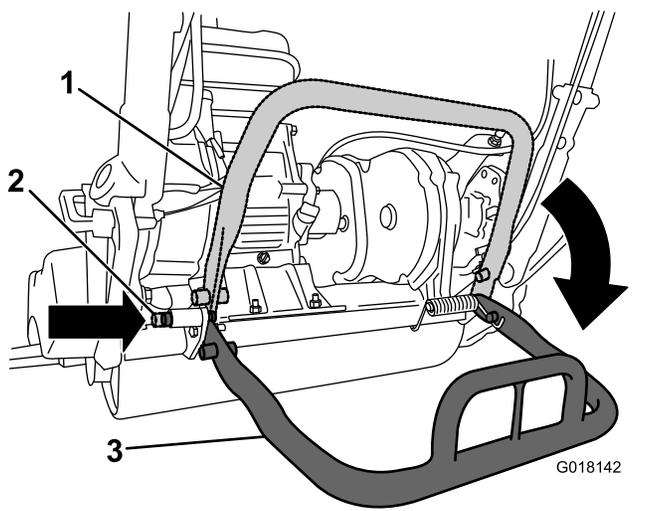

Рисунок 23
- Для предотвращения опрокидывания блока назад во время снятия колеса опустите откидную опору и нажмите на стопорный штифт для фиксации ее в положении для обслуживания (Рисунок 23).